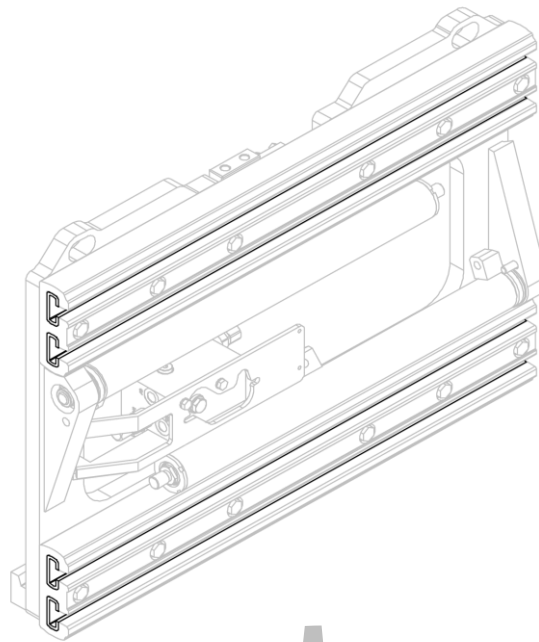
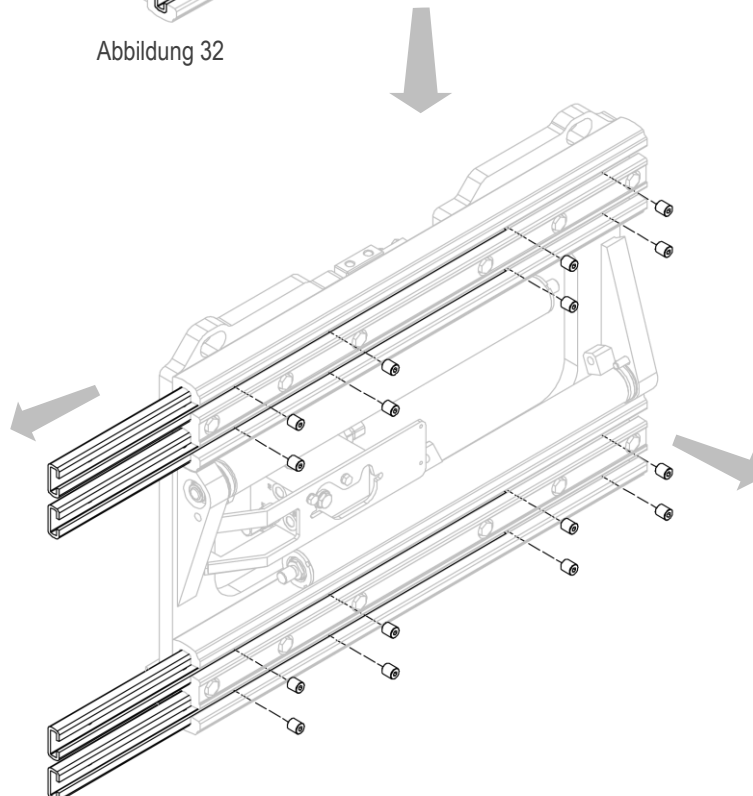

Abbildung 32
Abbildung 33
3. Schrauben Sie die Madenschrauben, mit denen die Nylonbuchsen befestigt sind, heraus und entfernen Sie die Buchsen (siehe *Abbildung 32* und *Abbildung 33*).